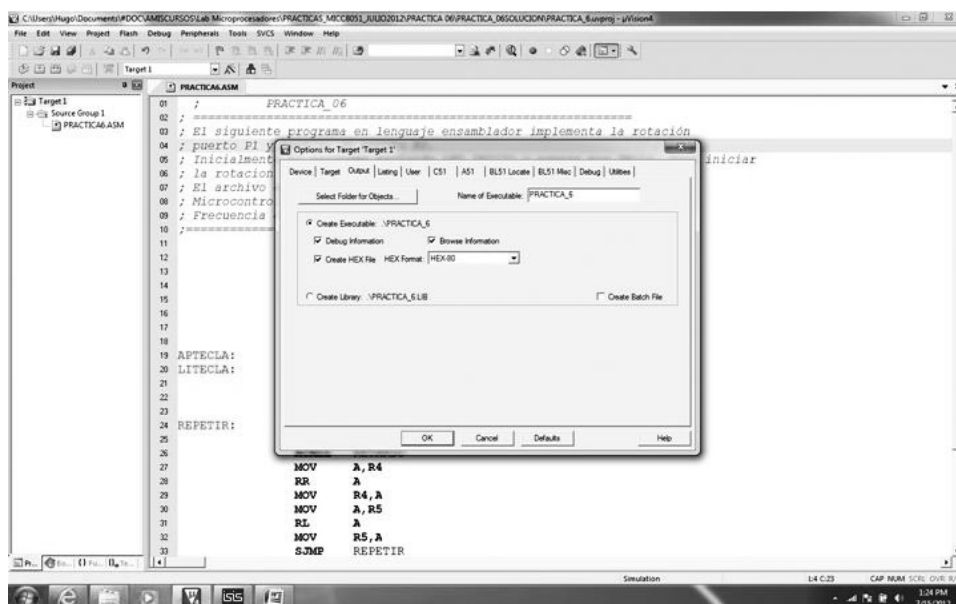

Figura 16.26: Crear archivo ejecutable. Paso 2
2. Seleccione la pestaña ‘Output’ (Figura 16.26).